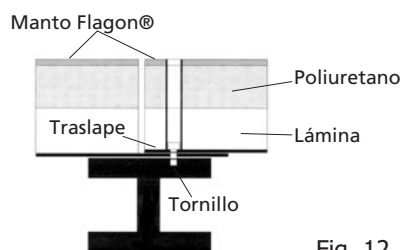

Fig. 12
14. Verificar la perfecta realización del traslape o sobreposición, controlando que las superficies externas de los paneles contiguos se encuentren en contacto y nivelados (fig. 12).